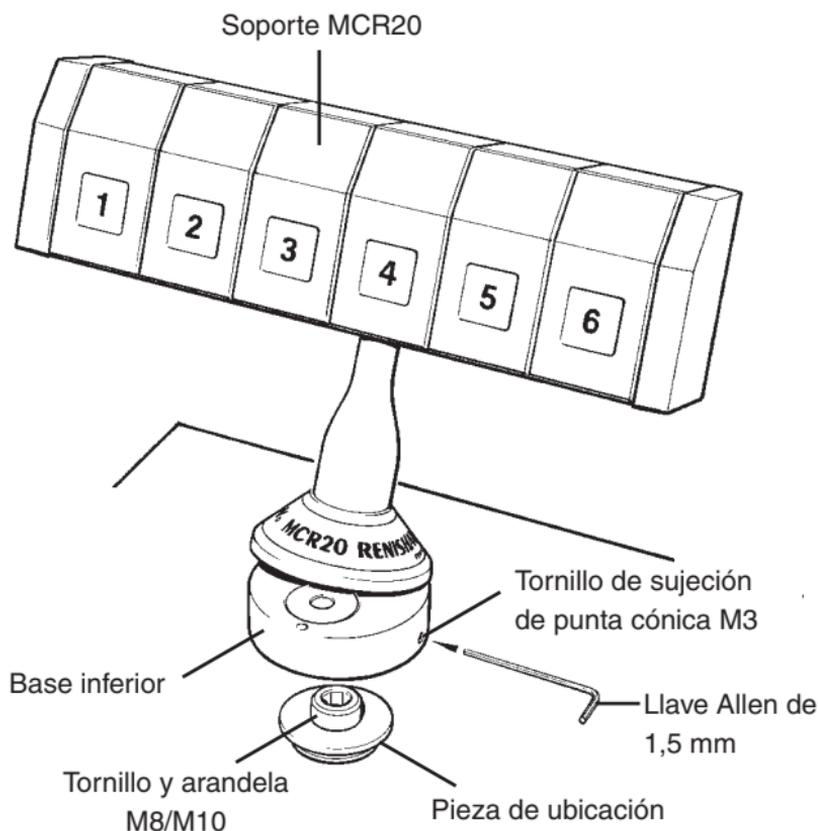

Figura 7 - Cómo montar el MCR20 en una CMM
Para montar el autocambiador MCR20 en su CMM, siga el siguiente procedimiento (véase la Figura 7):
3. Utilizando la llave Allen de 1,5 mm suministrada, saque totalmente el tornillo de sujeción de punta cónica M3 de la base del MCR20 (véase la Figura 7 para comprobar la ubicación del tornillo).